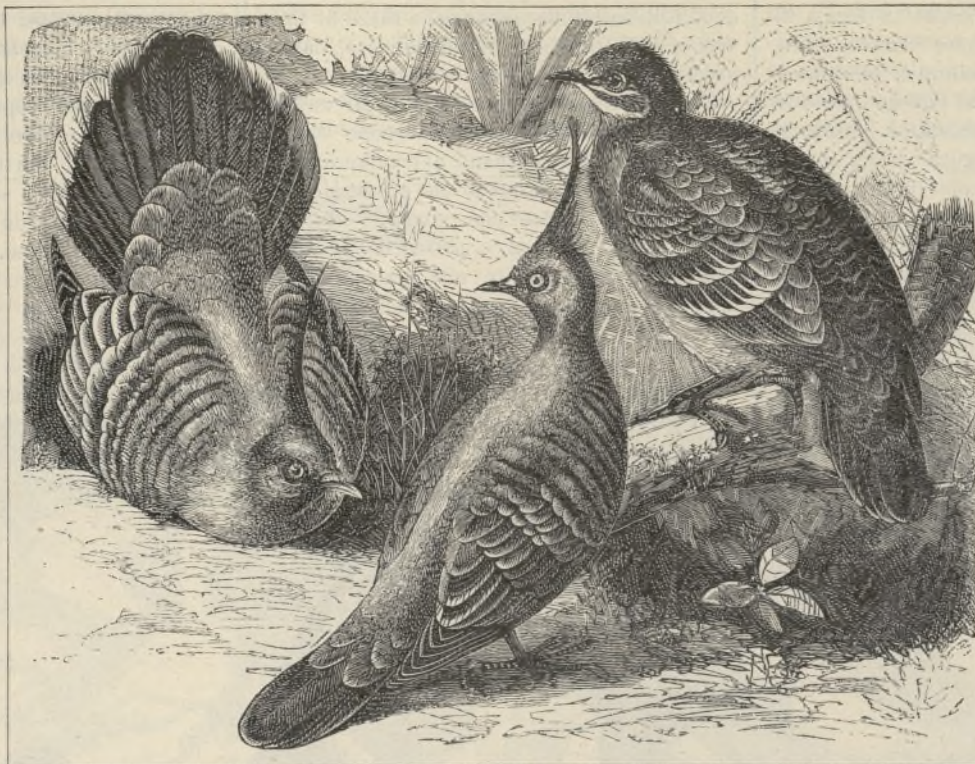

Fig. 16. — PICCIONI A CIUFFO. — Vedi pag. 12.
*Piccioni a ciuffo.* — La nostra illustrazione (fig. 16), presenta tre campioni di piccioni così detti col *ciuffo*, poichè la loro caratteristica è appunto un ciuffo in forma di cresta composta di penne nere, brune e rosse, che ne orna la testa; quando il piccione è tranquillo quella cresta si ripiega come in sè stessa, ma quando l'uccello è agitato si allarga e presenta la figura di un mezzo ventaglio. Le ali sono di color bronzo verde, e segnate di bianco. Siffatta specie abbonda in Australia nelle foreste dell'interno. La femmina è sprovvista della cresta ed il color delle penne è un po' meno rimarchevole. È a ritenersi che, quanto più una specie di piccioni è rimarchevole per eleganza di forme e color delle penne, tanto meno ne è stimata la carne, che infatti è poco buona. Tale razza serve piuttosto d'ornamento a